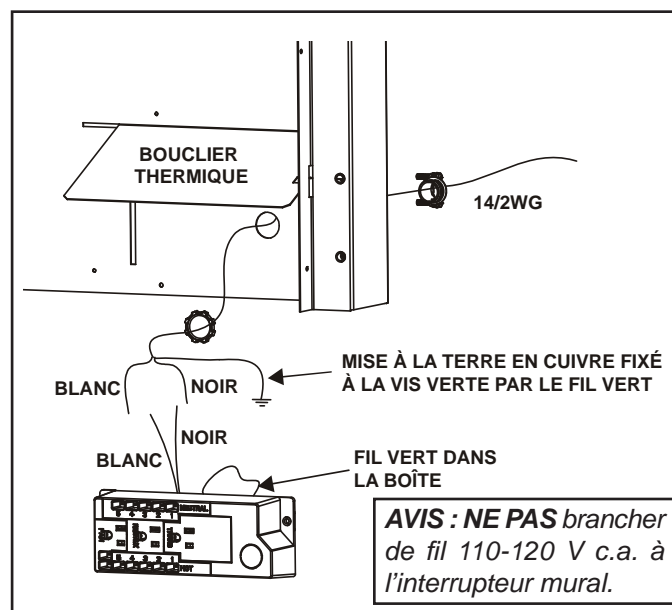

Figure 6.1 Détails de la boîte de jonction
- Enlevez la vis retenant la boîte de dérivation/le réceptacle à l'enveloppe extérieure, et tournez la boîte de dérivation pour la dégager de l'enveloppe extérieure (voir figure 6.1).